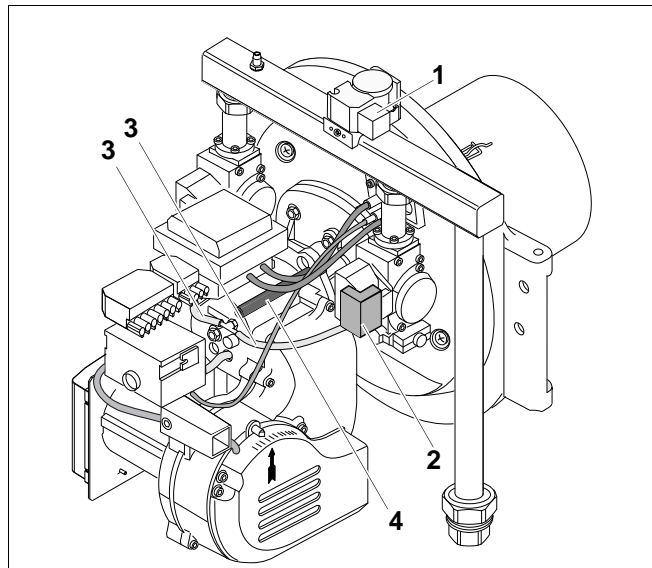
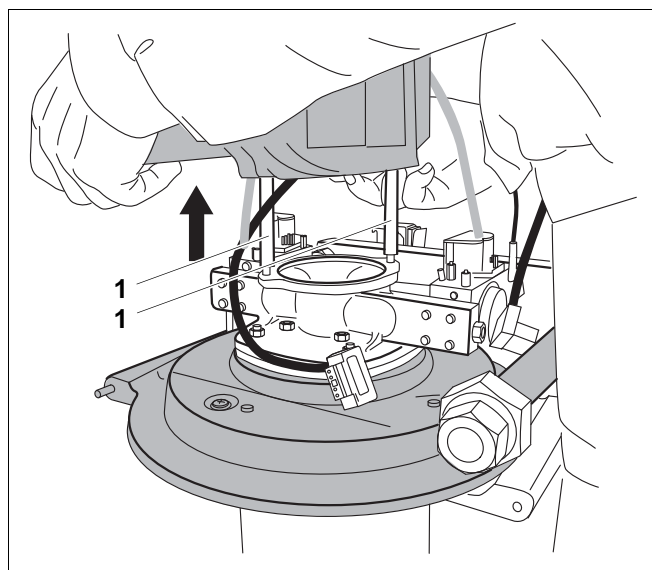

Рис. 64 Отверните винты корпуса вентилятора с управлением горелки
Рис. 65 Поднимите монтажный блок
- Выньте штекеры (рис. 64, **поз. 2**) газовых арматур.
- Отсоедините импульсные линии газовых арматур (рис. 64, **поз. 3**).
- Выньте штекеры реле контроля давления газа (рис. 64, **поз. 1**).
- На один-два оборота отверните две шпильки (рис. 64, **поз. 4** и рис. 65, **поз. 1**).
- Поверните горелку до упора в байонетном замке и снимите ее (рис. 65).
- Заверните две шпильки (рис. 65, **поз. 1**).